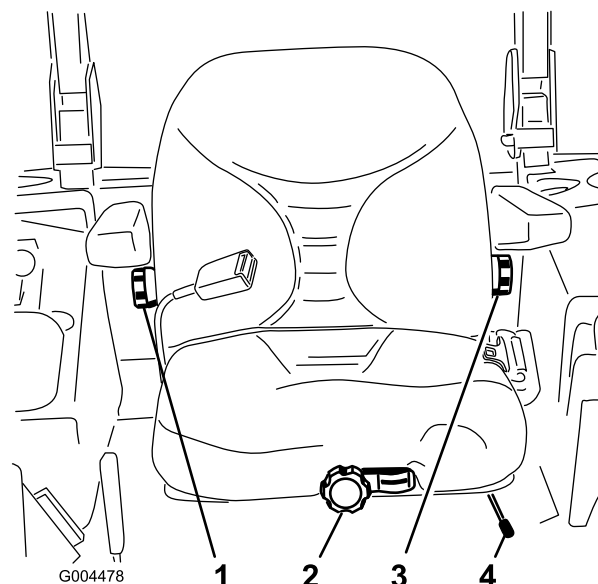

Рисунок 29
1. Для регулировки передвиньте рычаг вбок, чтобы разблокировать сиденье (Рисунок 29).
Не занимая сиденье, поворачивайте головку регулировки положения сиденья в любом направлении для достижения максимального комфорта (Рисунок 29).
Для регулировки поворачивайте головку регулировки под правым подлокотником в любом направлении для достижения максимального комфорта (Рисунок 29).
Для регулировки поворачивайте головку регулировки под левым подлокотником в любом направлении для достижения максимального комфорта (Рисунок 29).